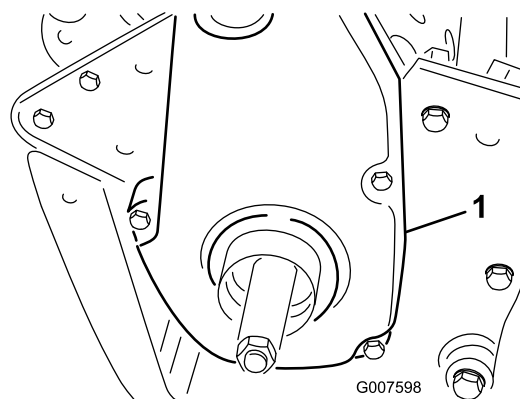

Figura 44
6. Retire a cobertura traseira da correia do lado direito da máquina (Figura 44).